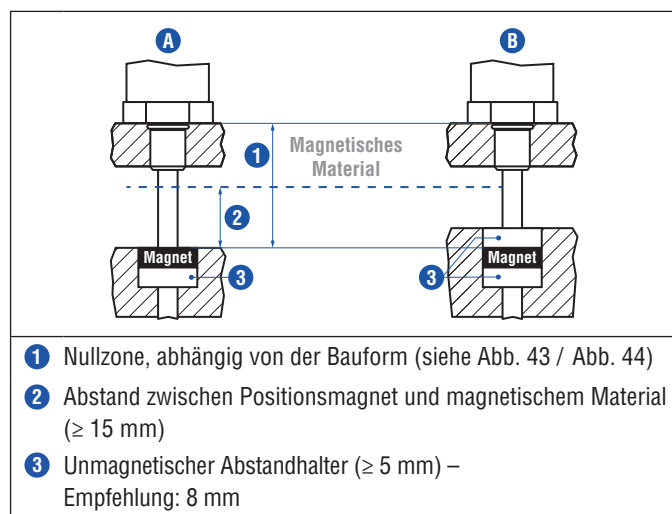

Abb. 41: Einbau mit magnetischem Material
- Der minimale Abstand zwischen Positionsmagnet und magnetischem Material beträgt 15 mm (Abb. 41).
- Beachten Sie die Maße in Abb. 41 bei der Nutzung von magnetischem Material.
Bei der Verwendung von magnetischem Material die in Abb. 41 dargestellten Maße unbedingt beachten.